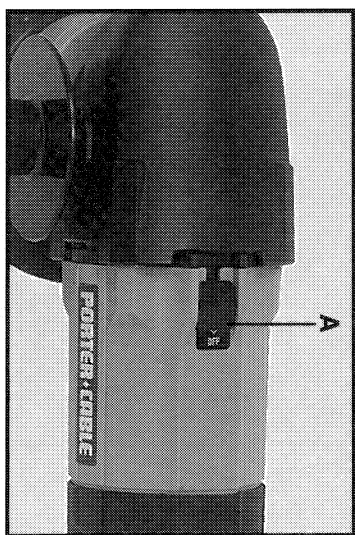

Fig. 1
- Faites glisser le bouton de l'interrupteur (A), Fig. 1, vers l'avant pour mettre le moteur en marche. Faites glisser le bouton de l'interrupteur vers l'arrière pour arrêter le moteur.